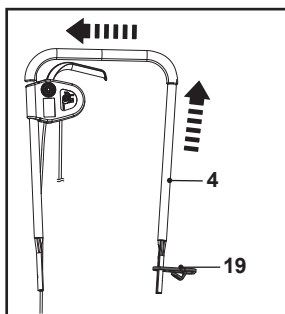

Fig. 2
- Guider le dispositif de retenue du cordon (19) sur le guidon supérieur (4) et le faire glisser jusqu'en butée (Fig. 2).